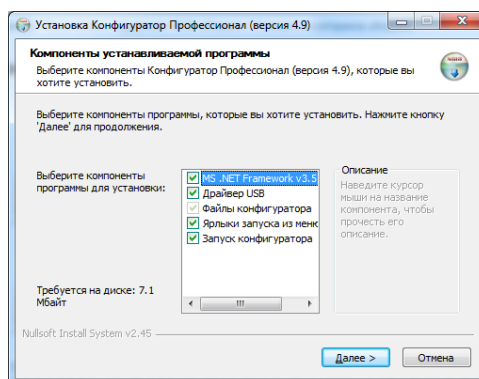

Рис. 5.2. Окно *Компоненты устанавливаемой программы*
4. В открывшемся окне оставьте установленными все флажки и нажмите кнопку  (рис. 5.2).